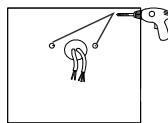

figure 8
- Étape 1 : percez des trous dans le mur tel qu'illusttré. (figure 8);